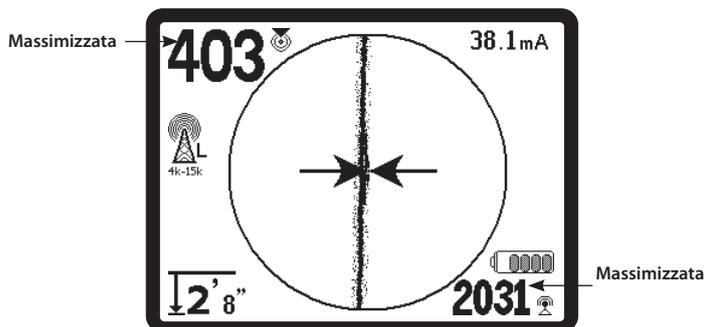

Figura 23: Localizzazione di alta probabilità
3. Utilizzare le Frecche guida, il Numero di Prossimità, la Potenza segnale e la Linea di Traccia per guidare la traccia-linea. Queste tre informazioni sono generate dalle caratteristiche distinte del segnale per aiutare l'operatore a capire la qualità della localizzazione. Un segnale **non distorto** emesso da una linea è più forte sopra quella linea. (Nota: A differenza delle linee di Traccia segnale, le frecce guida richiedono che l'utente *orienti il localizzatore* in modo che le frecce guida puntino a 90° rispetto alla linea della Traccia Segnale. (Vedere Figura 23.))